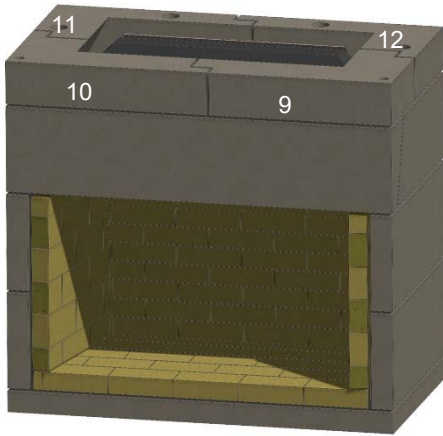

Figura 13. Nivel inferior de la garganta
I. Instale el primer anillo completo de los cuatro componentes de la garganta con enclavamiento (elementos 9, 10, 11 y 12). Compruebe con un nivel. Véase la figura 13.